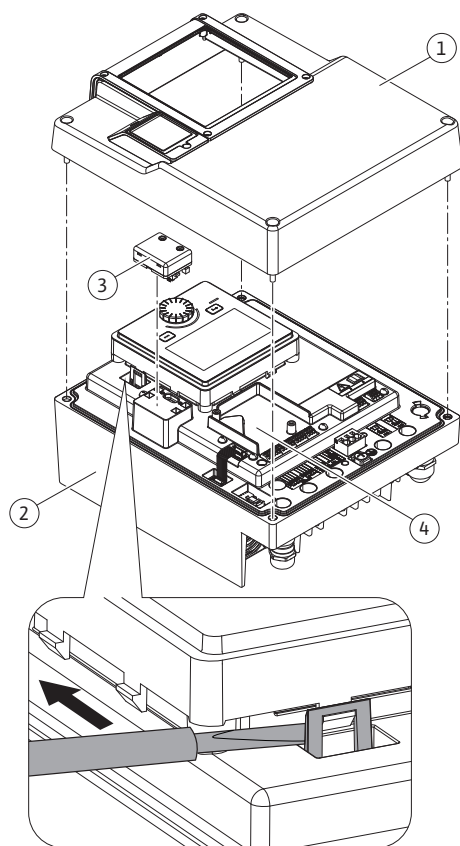
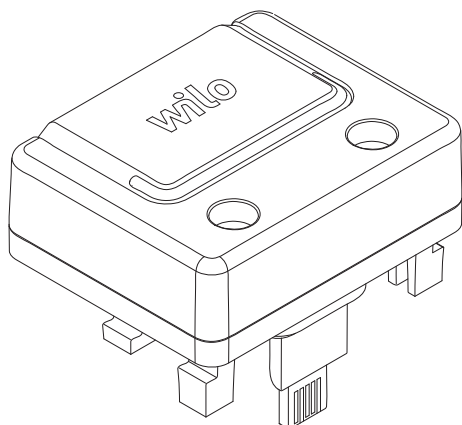

Fig. 30: Module électronique
Fig. 31: Module BT Wilo-Smart Connect
1. Ouvrir avec précaution les crochets d'encliquetage (Fig. 30) à l'aide d'un outil (p. ex. un tournevis).
L'interface Bluetooth du module BT Wilo-Smart Connect (Fig. 30, pos. 3 et Fig. 31) permet d'établir la connexion avec des appareils mobiles, comme les smartphones et les tablettes. La fonction Wilo-Smart Connect se trouve dans l'application Wilo-Assistant. La fonction Wilo-Smart Connect permet de commander et de régler la pompe, mais également de consulter ses données de fonctionnement. Voir les réglages au chapitre « Mise en service » [► 55].
1. Desserrer les quatre vis de la partie supérieure du module électronique (Fig. 30, pos 1 ; Fig. I, pos. 2).
3. Insérer le module BT Wilo-Smart Connect dans l'interface Wilo-Connectivity Interface prévue à cet effet. Voir Fig. 30, pos. 3.
Les modules CIF (accessoires) servent à établir une communication entre les pompes et la gestion technique de bâtiment. Les modules CIF sont enfichés dans le module électronique (Fig. 30, pos. 4).